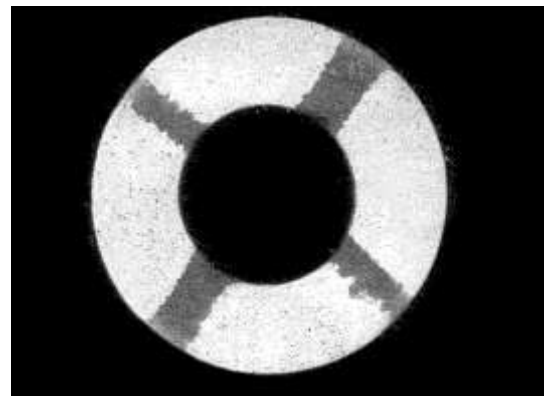

Bild 2, UM11
2. Die Ränder der Leuchtwinkel sind zackig oder unscharf begrenzt bzw. zeigen ein verwaschenes Aussehen (Bild 2). Diese Erscheinung wird als ‚Ausfransen‘ bezeichnet.